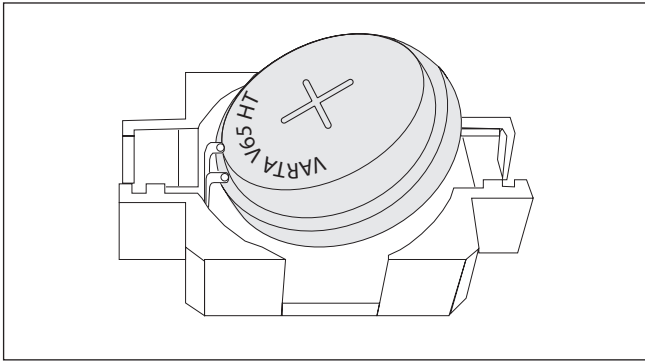

Abb. 11 Akku korrekt unter die Kontakte einlegen
- Achten Sie beim Einlegen darauf, die Akkus auf einer Seite unter die Kontakte zu schieben (Abb. 11).